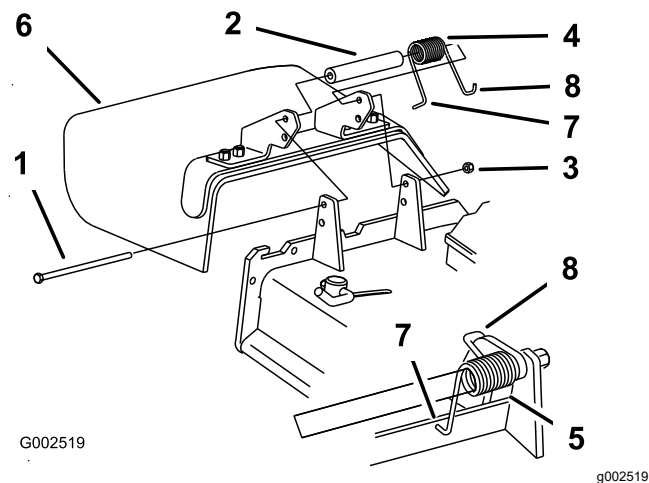

Figura 113
1. Retire la contratuerca, el perno, el muelle y el espaciador que sujetan el deflector a los soportes de pivote (Figura 113).
**Nota:** Asegúrese de colocar el extremo en L del muelle detrás del reborde de la carcasa antes de instalar el perno, según se muestra en la Figura 113.
5. Coloque el extremo en J del muelle alrededor del deflector de hierba (Figura 113).